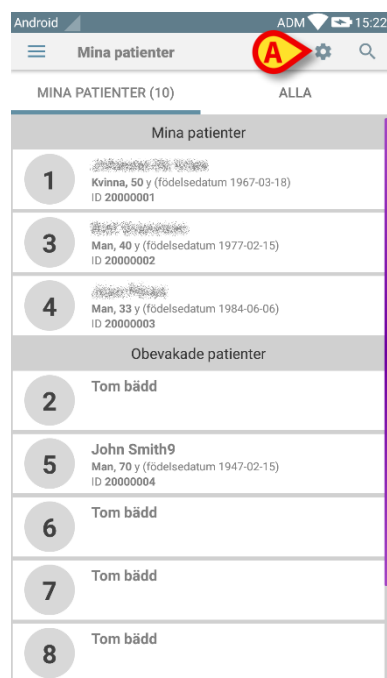

Fig. 34
Enheten växlar på detta sätt över till läge Mina patienter. Listan Mina patienter visas (Fig. 34). I Fig. 34 har inga patienter valts för att ingå i listan Mina patienter. Se nästa avsnitt för anvisningar om hur du väljer Mina patienter.
- Tryck på ikonen  (Fig. 34 A).